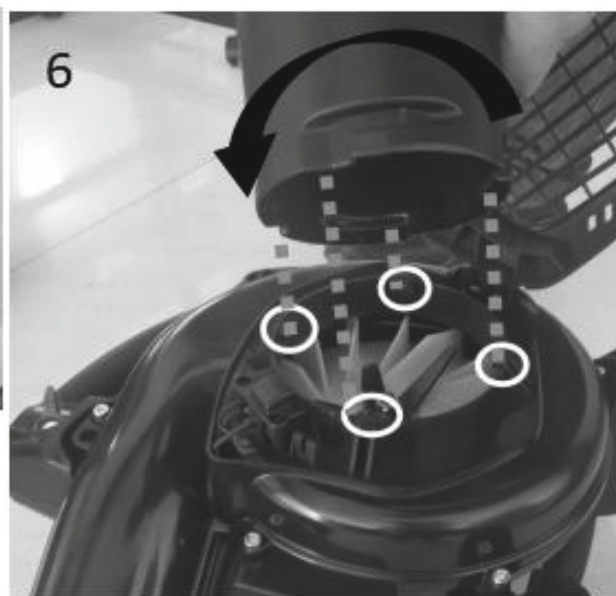

Рисунок 6
- на конце первой вакуумной трубки имеются 4 канавки, совместите канавки с выступами на корпусе двигателя, нажмите на трубку и поверните ее на 90° против часовой стрелки, чтобы зафиксировать трубку на месте (рис.6).